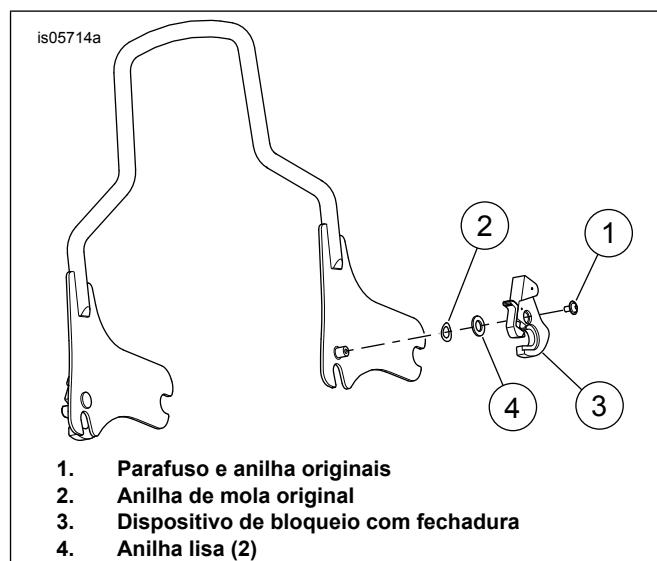
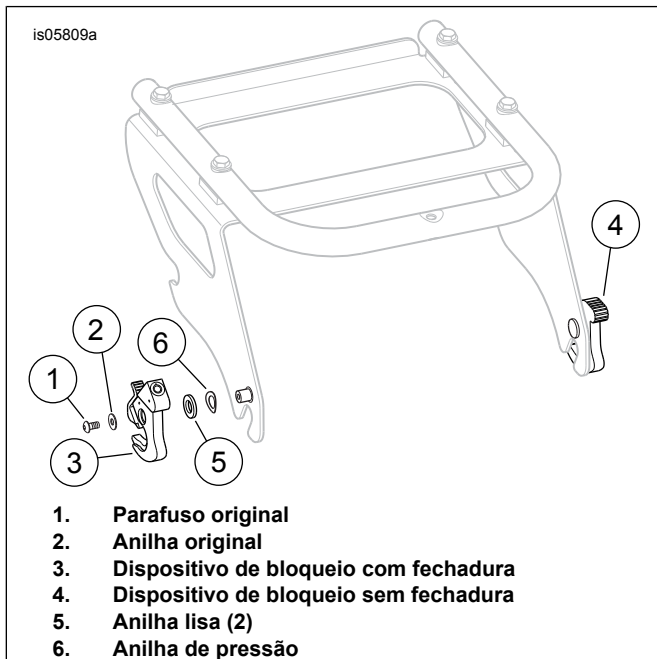

Figura 3. Instalação na parte externa do lado direito
Figura 4. Instalação na parte externa do lado esquerdo
Kit de porta-bagagens para dois ocupantes	Consultar a Figura 4, Instalação na parte externa do lado esquerdo, OU Figura 3, Instalação na parte externa do lado direito
Suporte Tour-Pak para dois ocupantes	Consultar a Figura 3, Instalação na parte externa do lado direito
Kit de porta-bagagens para um ocupante	Consultar a Figura 3, Instalação na parte externa do lado direito
2. Ver Figura 3 . Instalar a anilha de pressão original (2) na unidade de montagem.
1. Ver Figura 4 . Remover o dispositivo de bloqueio sem fechadura do lado esquerdo e descartá-lo.
2. Instalar a anilha chata (5) do kit sobre a anilha de mola na unidade de montagem.
3. Instalar o dispositivo de bloqueio com fechadura (3) na unidade de montagem do lado esquerdo, com o mecanismo de desbloqueio **afastado** da placa lateral.
4. Instalar o parafuso (1) e a anilha (2) originais.